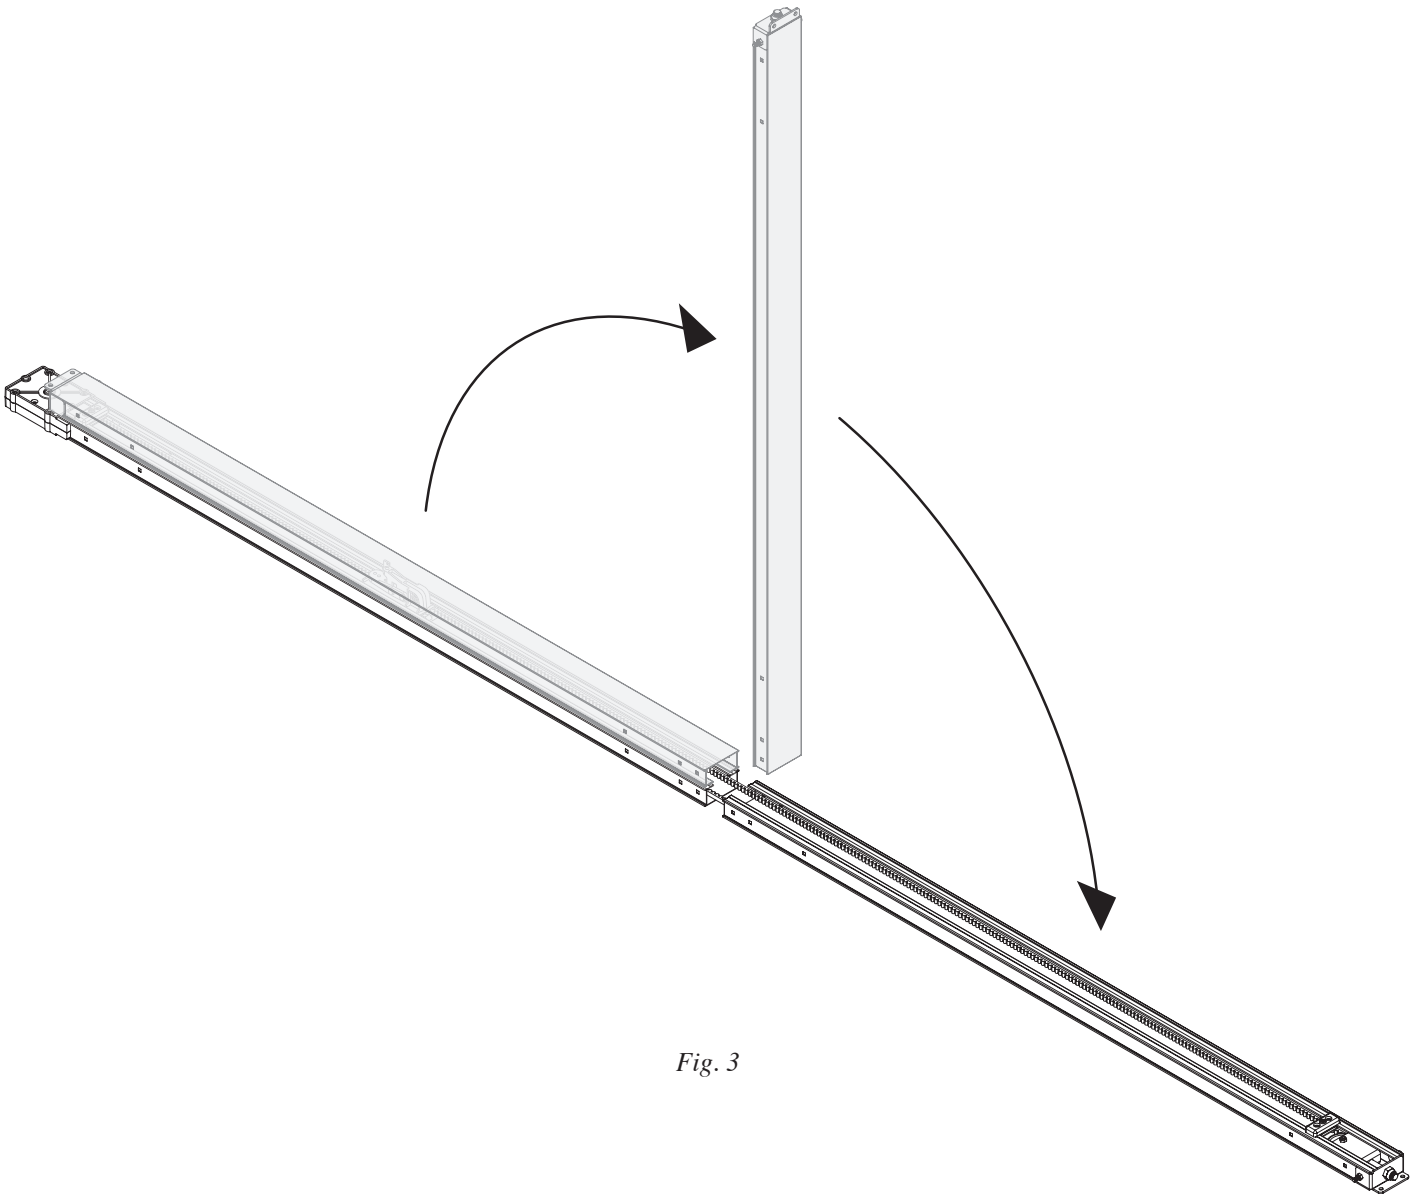

Fig. 3
- posare la rotaia su una superficie piana e distenderla come indicato in Fig.3